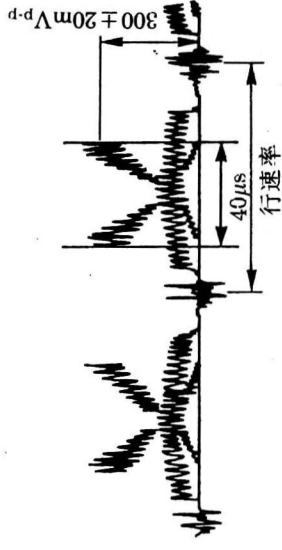

图 50
- 步骤: ① 拍摄灰度卡;
- ② 示波器连接 TP2 和 B302 脚 12;
- ③ 调节摄像部分,以获得 $40\mu\text{s}$,如图 50 所示;
- ④ 调节 AGC 控制(VR304),使信号电平为 $0.30\text{V} \pm 0.02\text{V}_{\text{p-p}}$ 。